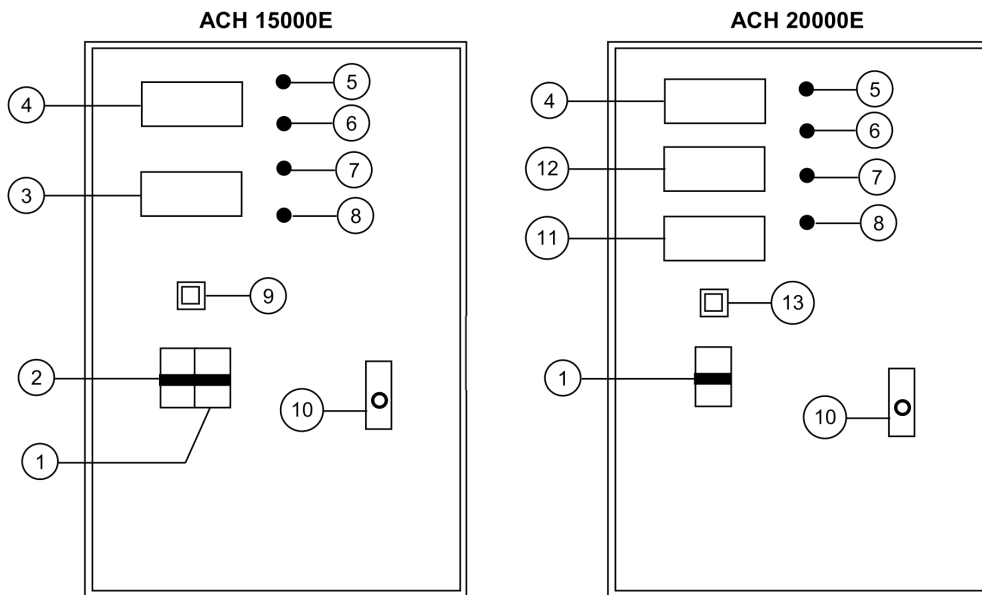

Рис. 1
Модель АСН 15000Е оснащена автоматическим выключателем 2 (рис. 1), который включает режим «байпас». В режиме «байпас» стабилизация напряжения отключена, ток из сети идет напрямую к потребителям.
Примечание! Одновременное включение выключателей 1 и 2 (рис. 1) невозможно. Если включить второй выключатель, при включенном первом, то первый автоматически выключается.
В режиме стабилизации (включен выключатель 1 (рис. 1)) табло 4 показывает ток нагрузки. Табло 3 показывает входное или выходное напряжение. Выбор режима отображения напряжения осуществляется кнопкой 9.
Модель АСН 15000Е оснащена кнопкой выбора задержки 13 (рис. 1). Входное напряжение отображается на табло 12, выходное – на табло 11. Режим «байпас» в модели АСН 20000Е нет.
6.4 Включите стабилизатор, для этого переведите выключатель 1 (рис.1) в положение «ВКЛ»